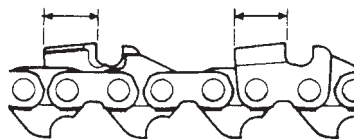

Fig. 41
- 5) Conserver la même longueur à tous les maillons-gouge. (Fig. 41)